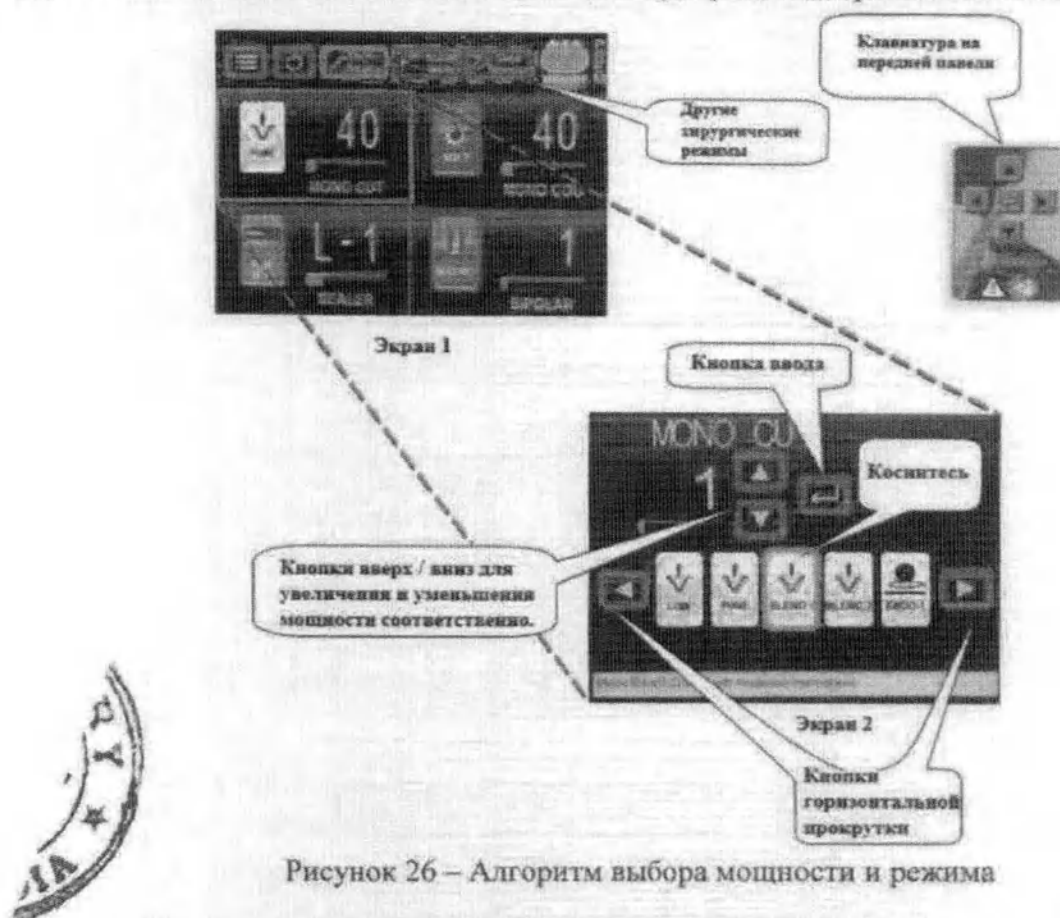

Рисунок 26 – Алгоритм выбора мощности и режима
3) Войдите в нужный режим простым прикосновением к соответствующему значку, как показано на Экране 1 и 2 (Рисунок 26). Выберите подрежимы, используя Сенсорные значки выбора на Экране 2 (Рисунок 26).